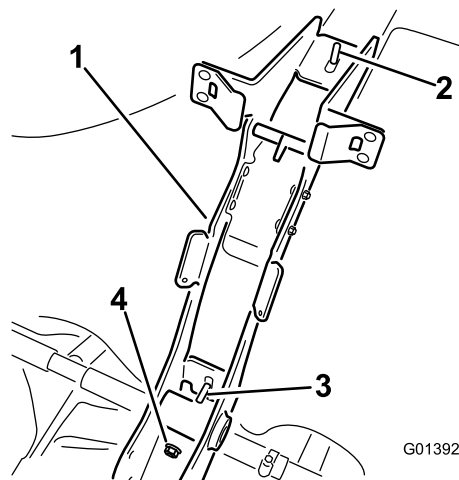

Рисунок 7
4. Установите контргайку на нижний выступающий болт, проходящий сквозь раму для фиксации ее к хомуту бака (Рисунок 7).